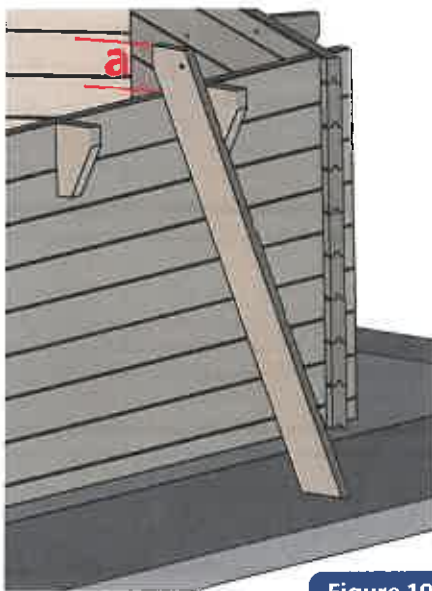

Figure 19
• Recoupez les limons de l'échelle en reportant la dimension a (figure 19) au bas du limon de l'échelle et sciez la partie a extraire.